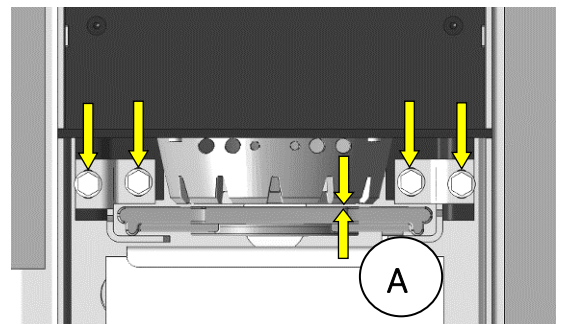

Fig. 53 : distance grille en fonte - pot brûleur
2. Vérifiez la distance verticale (A) entre le pot brûleur et la grille en fonte (Fig. 53). La distance doit être inférieure à 1 mm. Le cas échéant, réglez la fente / distance. À cet effet, desserrez les quatre vis indiquées par les flèches.